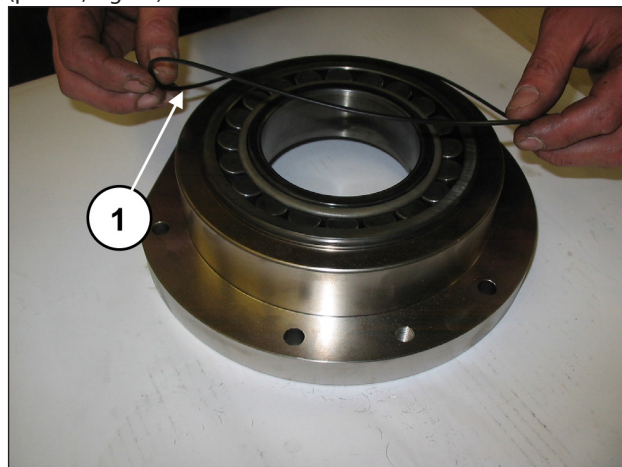

Fig. 71
Applicare l'O-ring all'esterno del coperchio portacuscinetto (pos. ①, Fig. 71).